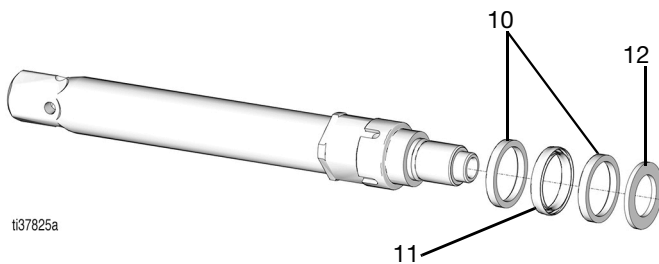

Рис. 25
9. Снимите фиксатор уплотнения поршня (12), уплотнение поршня (11) и опорные кольца уплотнения поршня (10) и замените их новыми деталями из ремонтного комплекта уплотнения (Рис. 25).